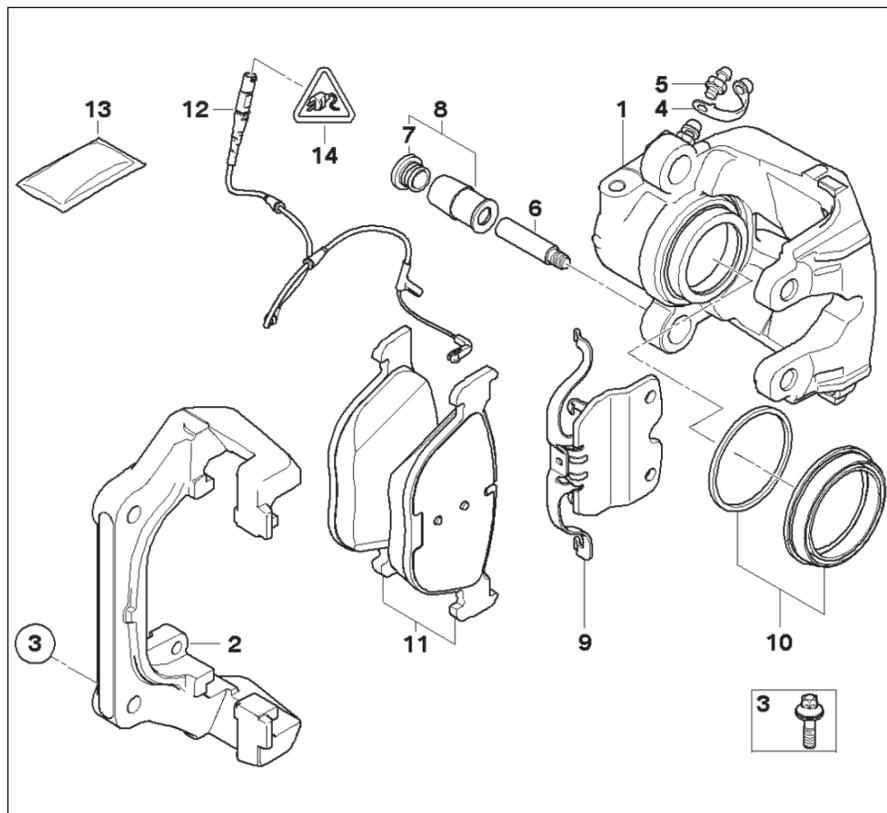

Рис. 8.5. Тормозный механизм передних колес:
- Проверить отстыковку ШС кабеля датчика толщины тормозной накладки на левом суппорте. Тянуть за провод категорически запрещено. Извлечь пластиковые защитные колпачки направляющих пальцев (7, см. рис. 8.5), применяя отвертку. Вынуть тормозной шланг из держателя.